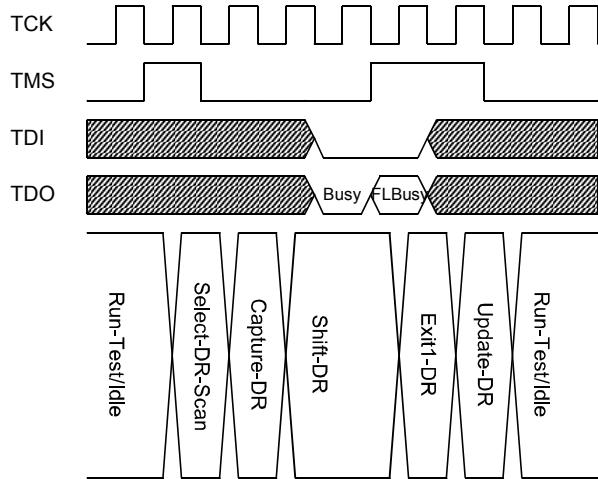

图 14. 查询 FLBusy 的 DR 扫描时序图
6. 查询 FLBusy，直到它变为低电平，表示读操作已经完成。这是一个一位的间接读。图 14 给出查询 FLBusy 的 DR 扫描时序图。